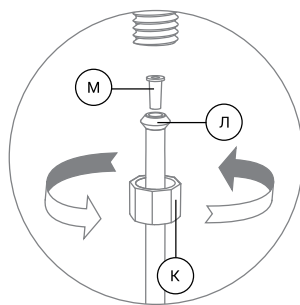

Рис. 15
4. Подключите фильтр к крану чистой воды (рис. 15):